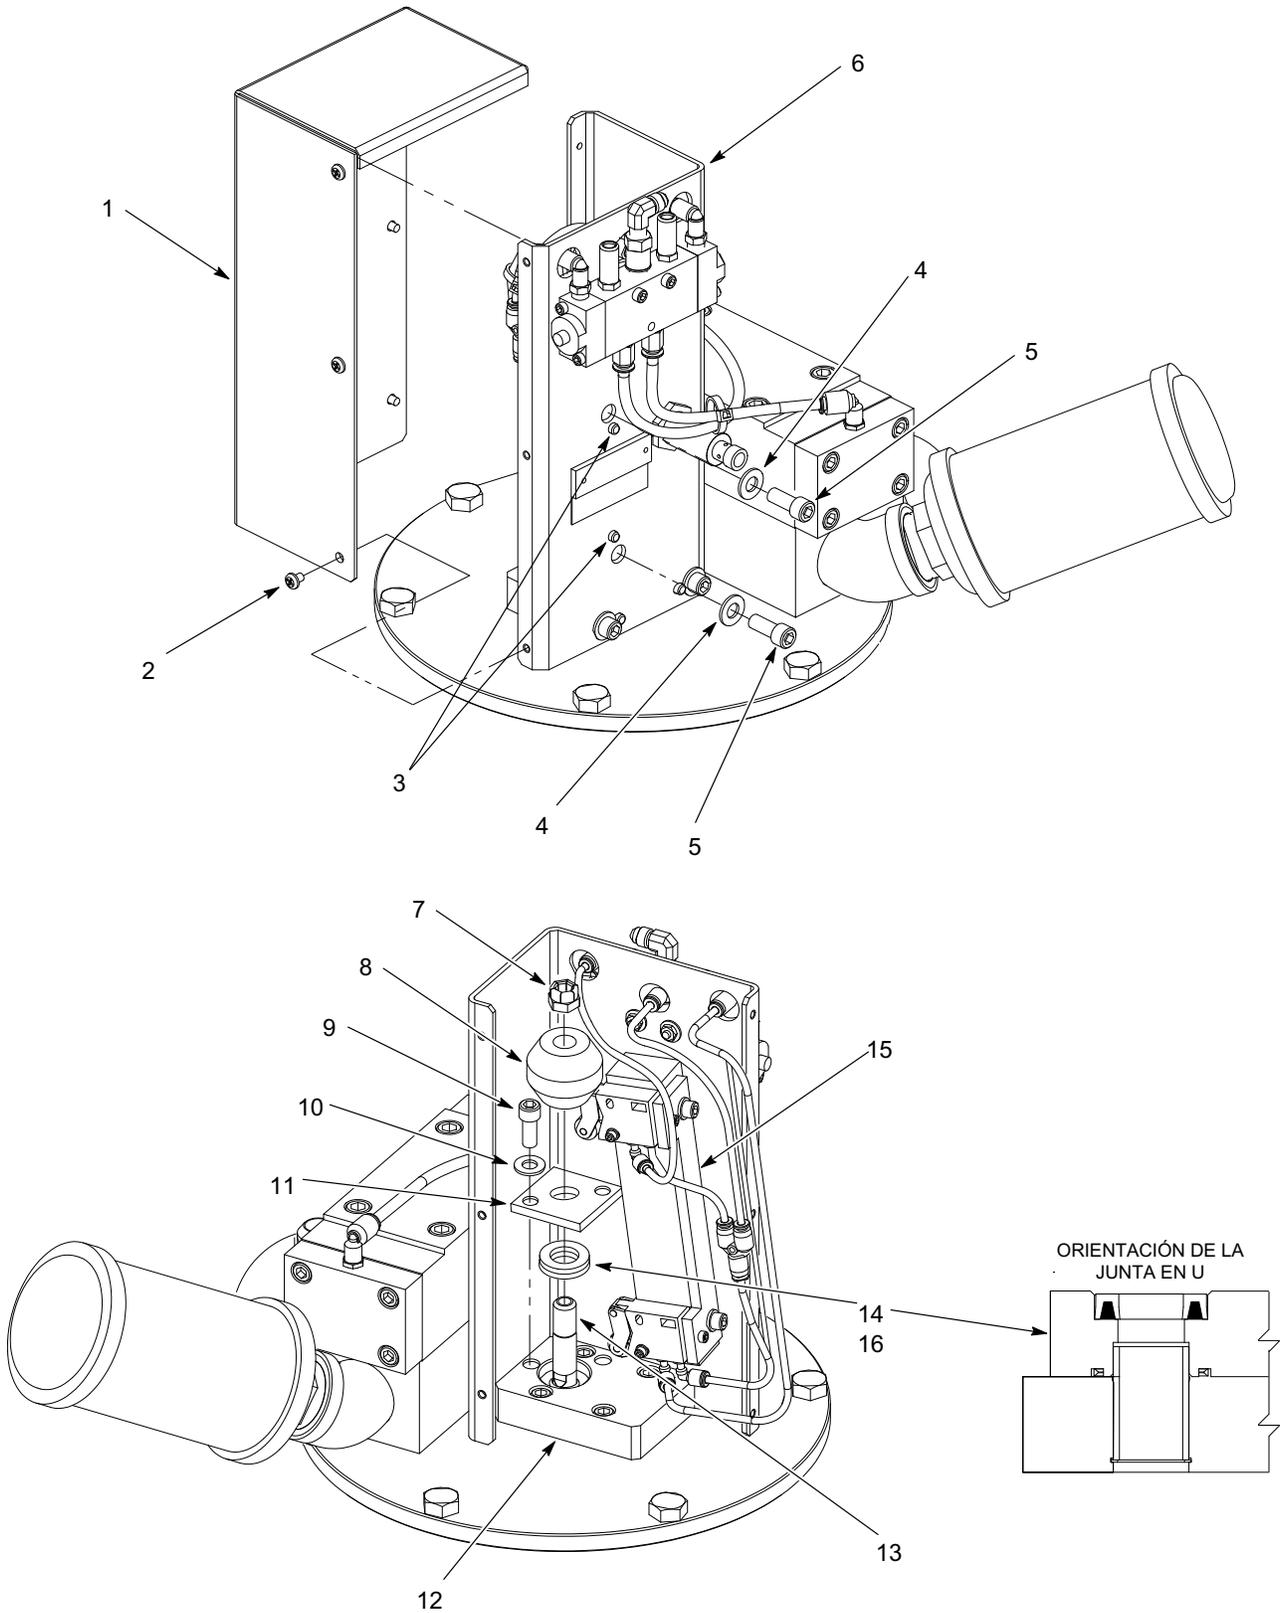

Figura 9 Sustitución de la junta en U de la varilla de bloqueo
1. Ver la figura 9. Retirar los tornillos (2) que unen la cubierta (1) al conjunto de varilla de bloqueo (6).
2. Extraer los tornillos (5) y las arandelas (4) que unen el acolchado de montaje de la palanca de bloqueo (15) al conjunto de varilla de bloqueo (6).
3. Girar el acolchado de montaje de la palanca de bloqueo (15) fuera de la placa del retenedor de sellado (11).
4. Colocar una llave inglesa en las caras de la varilla del pistón (13). Extraer la tuerca (7) que une la barra de bloqueo (8) a la varilla del pistón.
5. Extraer los tornillos (9) y las arandelas (10) que unen la placa del retenedor de sellado (11) al retenedor de la varilla de bloqueo (12).
1. Ver la figura 9. Lubricar la junta en U nueva (14) con grasa TFE (16). Insertar la junta en U en el retenedor de la varilla de bloqueo (12), tal y como se muestra.
2. Instalar la placa del retenedor de sellado (11) en el retenedor de la varilla de bloqueo (12) utilizando los tornillos (9) y las arandelas (10). Apretar los tornillos a 22-25 ft-lb (30-33 N•m).
3. Colocar una llave inglesa en las caras de la varilla del pistón (13). Instalar la barra de bloqueo (8) en la varilla del pistón utilizando la tuerca (7). Apretar bien la tuerca.
- a. Asegurarse de que los pasadores del acolchado de montaje (3) sobresalgan por el conjunto de varilla de bloqueo (6), tal y como se indica.
- b. Fijar el acolchado de montaje de la palanca de bloqueo (15) al conjunto de la varilla de bloqueo utilizando los tornillos (5) y las arandelas (4). Apretar los tornillos a 22-25 ft-lb (30-33 N•m).
5. Instalar la cubierta (1) en el conjunto de varilla de bloqueo utilizando los tornillos (2). Apretar bien los tornillos.